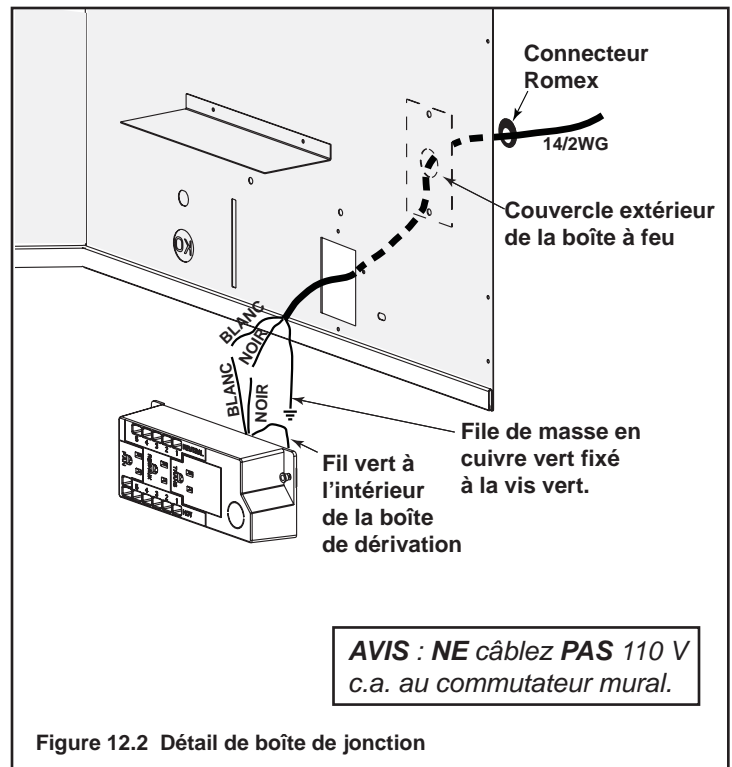

Figure 12.2 Détail de boîte de jonction
- Voir les Figure 12.2 Schéma du câblage du système d'allumage IntelliFire Plus™ (IPI).
- Enlevez les vis qui attachent la boîte de dérivation au mur extérieur, tournez la boîte de dérivation vers l'intérieur pour la détacher de la paroi extérieure (voir la Figure 12.2).
- Tirer les câbles de l'extérieur du foyer à travers cette ouverture jusqu'à la boîte de valve et fixer les fils à l'aide d'un connecteur Romex. Voir la Figure 12.2.